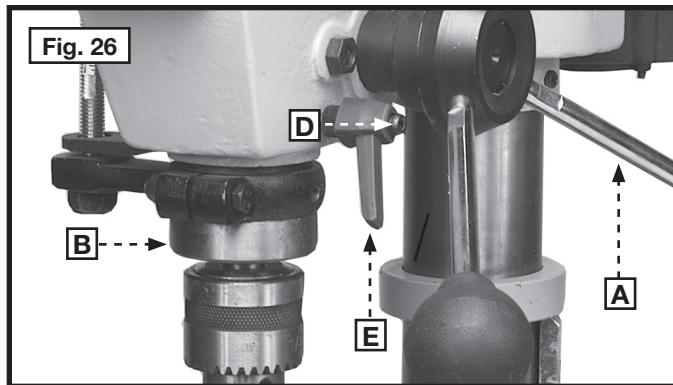

Fig. 26
Suba o baje el eje usando la rueda piloto (A) Fig. 26. Puede bloquear el eje hueco (B) en cualquier lugar apretando la palanca bloqueadora del eje hueco (E).